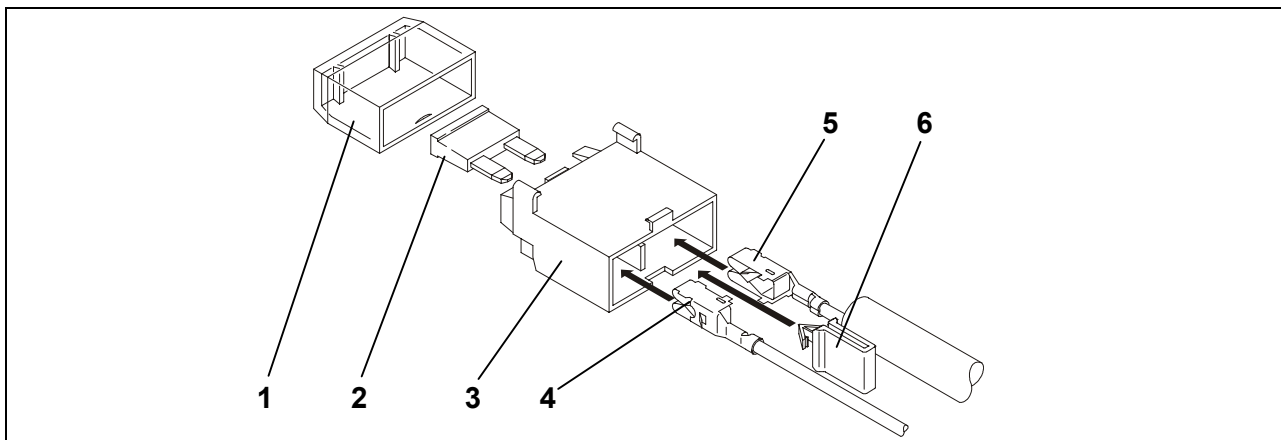

Fig. 1 : Montage du porte-fusible
10. Insérer le contact femelle du fil rouge (Fig. 1/5) du conducteur de fils et du fil rouge joint (Fig. 1/4) dans le porte-fusible (Fig. 1/3).
11. Mettre en place le clip jaune (Fig. 1/6).
12. Installer le fusible (Fig. 1/2) et remettre le revêtement (Fig. 1/1) en place.